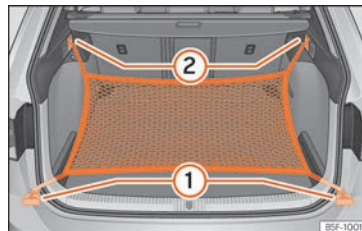

Abb. 190 Im Gepäckraum: Ösen ① und Haken ② zum Einhängen des Gepäckraumnetzes (Modell LEON ST).
- Hängen Sie die kurzen Haken des Netzes in die Verzurrösen »» Abb. 190 ① »» ⚠ ein. Der Reißverschluss des Gepäckraumnetzes muss dabei nach oben zeigen.
- Befestigen Sie die Spanngurte in den Taschenhaken ②.